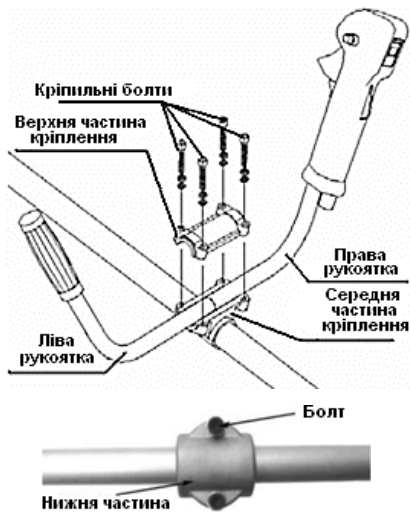

Рисунок 2
3.1 Встановлення руків'їв у управління (рисунок 2)